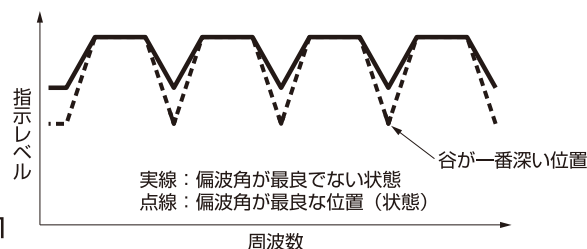

図11
- スペクトラムアナライザーを使用する場合は受信波形の谷が一番深い位置にフィードホーンを回転させます。(図11参照)